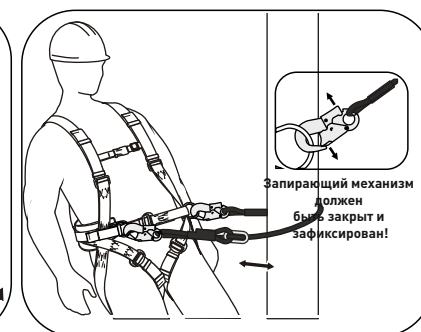

рис. 10
- Отрегулируйте длину стропы с помощью кольца. Натяжение стропы должно обеспечивать стабильное рабочее положение и ограничивать свободное падение рабочего (рис. 10).